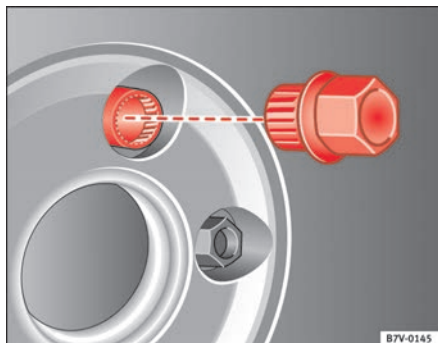

Abb. 159 Radwechsel:
- Schieben Sie den Adapter45) bis zum Anschlag in die Anti-Diebstahl-Radschraube ⇒ Abb. 159.